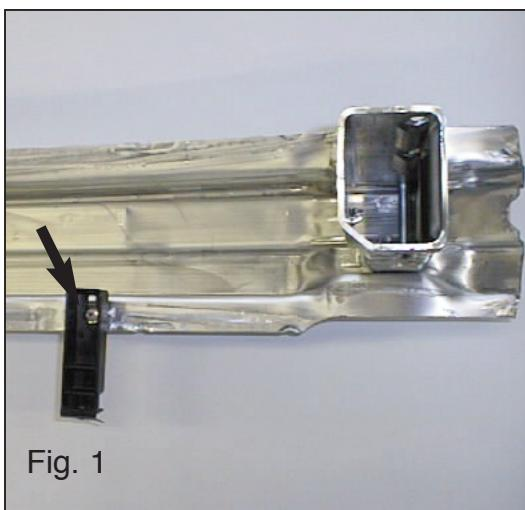

Fig. 1
2. Remove the inner bumper. Remove the inner bumper from the time sensor. Drill out the inner bumper and its supports. They will no longer be needed. Drill out the rivets on the right and left of the plastic bumper supports on the inner bumper (see fig. 1). Position them on the underside of the two bar tubing using the indicated fastening materials. Remove the glue/wax layer at the attachment points. **For Audi 2005-> versions:** Remove the plastic plugs from the underside of the chassis.
Verwijder de binnebumper inclusief de stuurmen. Dedeze kommen te vervallen. Deel de binnebumper in de popmagels uit de kunststof-lumperset en van de binnebumper. (zie fig. 1). Plaats deze d.m.v. een borrels in rechts de popmagels uit de kunststof-lumperset en van de binnebumper. Aan de onderzijde van de bverstijfingssmatriaal staan de trekhaak. Verwijder de kluwaslaag ter plaatse van de bverstijfingsschuit. Voor de Audi 2005-modellen geldt: Verwijder de kluwaslaag ter plaatse van de bverstijfingsschuit. Voor de Audi 2005-modellen geldt: Verwijder de kluwaslaag ter plaatse van de bverstijfingsschuit. Verwijder de kluwaslaag ter plaatse van de bverstijfingsschuit. Verwijder de kluwaslaag ter plaatse van de bverstijfingsschuit.
2. Falls vorhanden den Zeitsensor von der Innenstoßstange entfernen. Anschließend die Innenstoßstange einschließlich der Halterungen entfernen. Die Halterungen werden nicht mehr benötigt. Links und rechts die Nieten aus den Kunststoffstoßstangenhalterungen der Stoßstangeninnenverkleidung herausbohren (siehe Abb.1). Diese mit
2. Fjern om de findes tidssensoren på den inderste del af kofangeren. Fjern inderdelen inklusiv støtter. Disse anvendes ikke mere. Bor i venstre og højre side nittenaglerne på kofangerstøtterne af kunststof fra inderiden af kofangeren (jævnfør fig. 1). Anbring denne på undersiden af røret på anhængertrækket med det anviste montagemateriale. Fjern kittet/vokslaget ved montagestederne. **For Audi 2005-> modellerne gælder følgende:** Fjern kunststofstifterne fra chassiset underside.
tes sintéticos de parachoques del parachoques interior. (Véase la fig. 1). Colocarlos en el lado inferior del tubo del gancho de remolque, usando el material de fijación indicado. Retirar el pegamento/la capa de cera a la altura de los puntos de fijación. **Respecto a los modelos Audi 2005-> hágase lo siguiente:** Retire los cierres de plástico de la parte inferior del chasis.
2. Rimuovere se presente il sensore dall'anima del paraurti. Rimuovere l'anima del paraurti con i sostegni. L'anima non dovrà essere rimontata.. Forare a destra e sinistra i rivetti dei sostegni di plastica dell'anima del paraurti. (vedi fig. 1.) Posizionare i sostegni sotto il traverso del gan-cio traino, fissandoli con il materiale di fissaggio in dotazione. Rimuovere lo strato di mastice dai punti di fissaggio. **Per i modelli Audi 2005-> vale quanto segue:** Rimuovere i tappi in plastica da sotto il telaio.